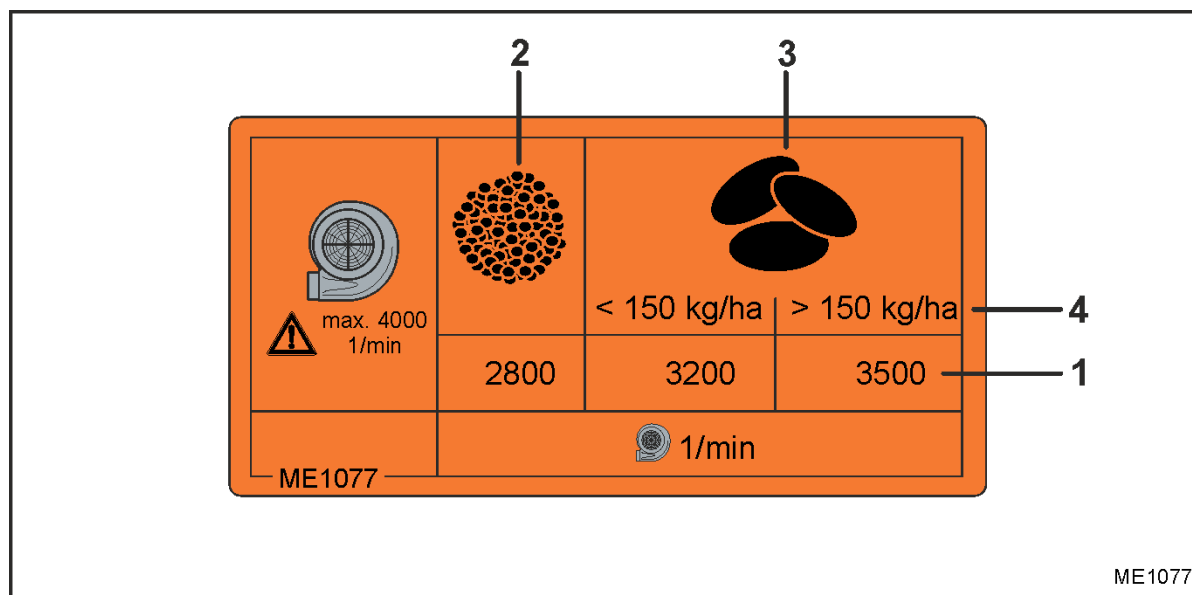

Fig. 45
Le régime requis de la turbine (régime de consigne de la turbine) est indiqué dans le tableau (Fig. 45, page 66).
Le régime requis de la turbine (Fig. 45/1) dépend de la semence :
- petites semences (Fig. 45/2),
- céréales ou légumineuses (Fig. 45/3) et du débit (Fig. 45/4).
Semence : céréales (Fig. 45/3)
Débit : 130 kg/ha (Fig. 45/4)
Régime requis de la turbine (Fig. 45/1) : 3200 tr/min